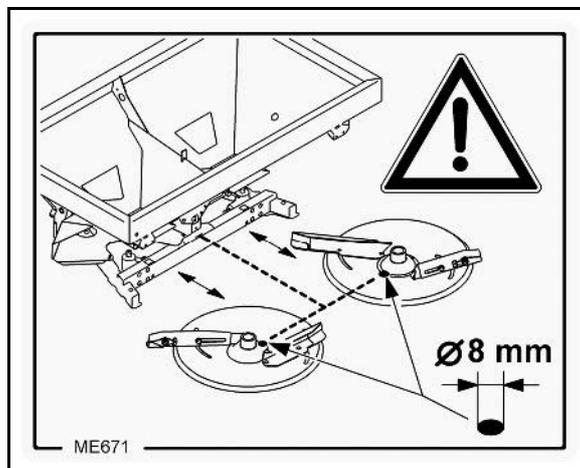

Fig. 70
3. Streuscheibe derart verdrehen, dass das Scheibenloch  $\varnothing 8$  mm (Fig. 70) zur Maschinenmitte ausgerichtet ist.